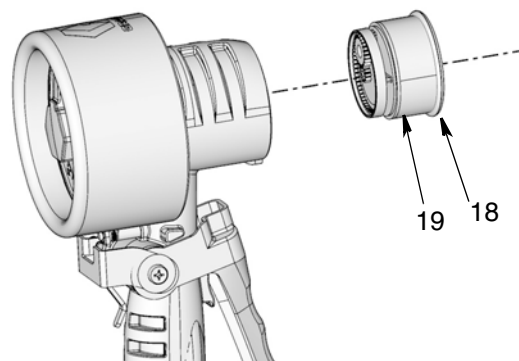

Рис. 12
5. Извлеките уплотнение (18) и узел плунжера (19). Если узел плунжера застрянет, слегка постучите корпусом по плоской поверхности, чтобы освободить узел (Рис. 12).